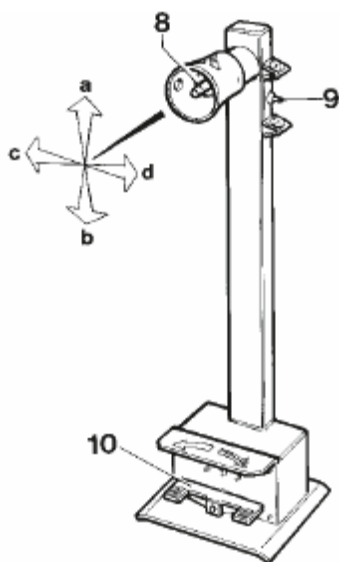

Рис. 7
Мобильная стойка управления (рис.7) позволяет оператору выбрать рабочее положение, наиболее удобное для каждого из случаев. На этой стойке сконцентрированы все команды, а именно: манипулятор 8 (рис.7) в положении «а» поднимает кронштейн самоцентрирующейся цапги; в положении «b» - его опускает; в положении «с» приближает инструментальную каретку и мобильную платформу к самоцентрирующейся цапге; а в положении «d» - отдаляет.
- выключатель 9 (рис.7): при повороте вверх открывает зажимы самоцентрирующейся цапги (блокирует); при повороте вниз закрывает зажимы (разблокирует).
- педаль 10 (рис.7): при нажатии на правую или левую сторону вращает самоцентрирующую зажимную цапгу соответственно направлению стрелок.